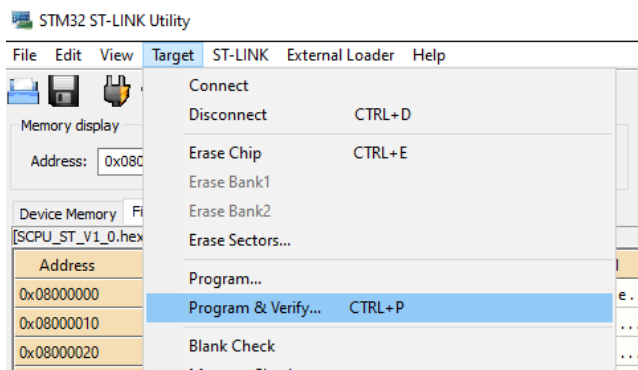
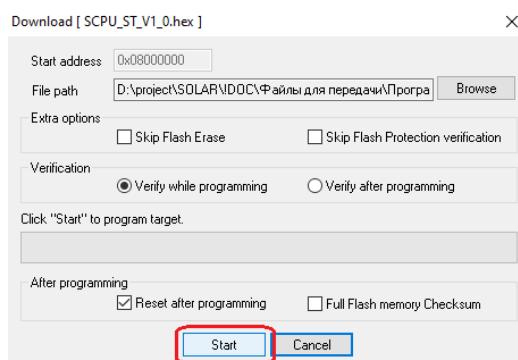

Рисунок 3. – Выбор команды «Program & Verify».
Рисунок 4. – Запуск процедуры программирования
7. Через выпадающее меню выбрать команду «Tagret / Program & Verify» (рисунок 3) и в открывшемся окне нажать кнопку «Start» для запуска процедуры программирования (рисунок 4).